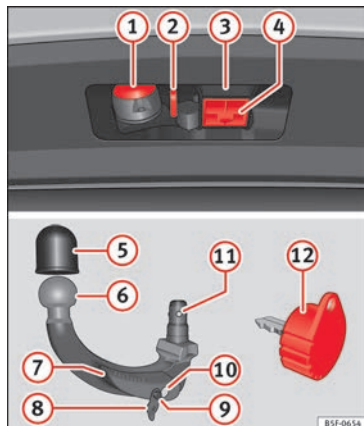

Fig. 225 Soporte del dispositivo de enganche para remolque / bola desmontable / llave
Leyenda de la »» **fig. 225**
- Extraiga el tapón de alojamiento del gancho ④ » fig. 225 hacia abajo.